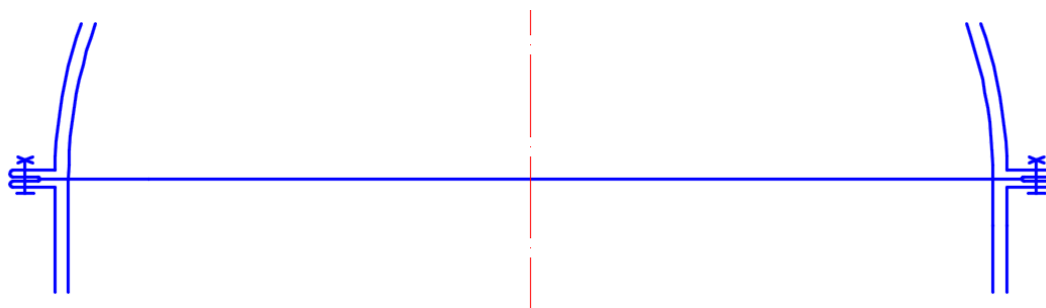

Рис. 91. Схема соединения крышки с корпусом абсорбера
3.4. Скопировать крепление с помощью команды **Зеркальное отражение** (см. рис. 91).